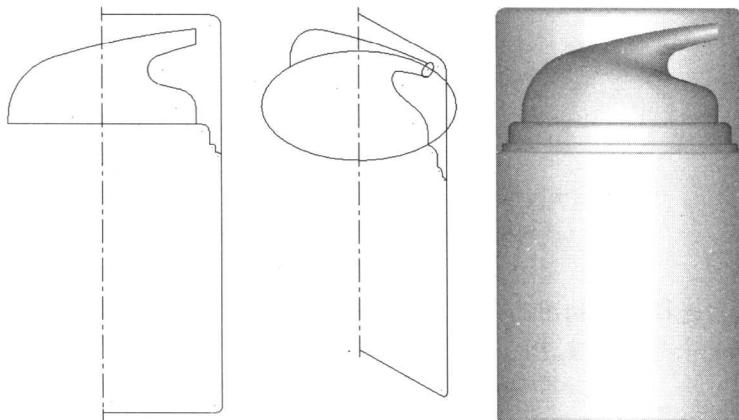

图1-7
打开附盘源文件夹下的线架文件“护肤瓶.MCX”，利用网格曲面和旋转曲面命令绘制护肤瓶曲面模型，结果如图1-7(c)所示。
4. 关闭第1层和第2层，选择前视图透视着色显示曲面模型，效果如图1-7(c)所示，着色时需要启动如图1-11所示透视着色选项【Translucent】。